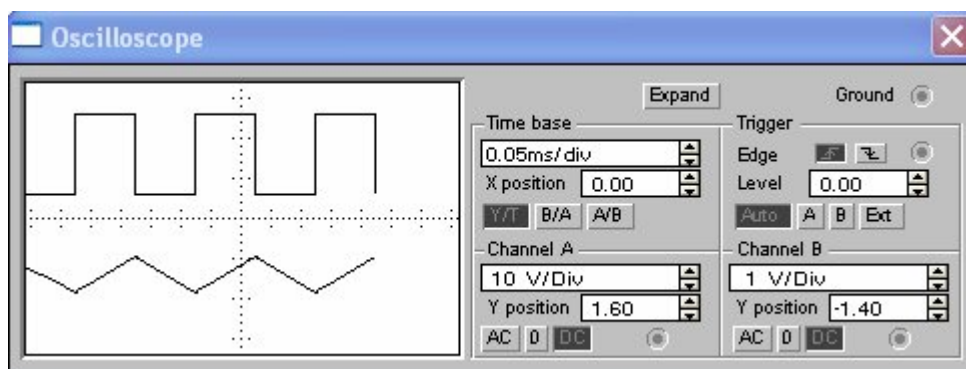

Рисунок 42 – Осциллограммы входного и выходного напряжения
12. Развернуть и настроить осциллограф, изменяя чувствительность и длительность развертки. Наблюдать входной сигнал и результат его обработки интегрирующей цепью (рисунок 42).